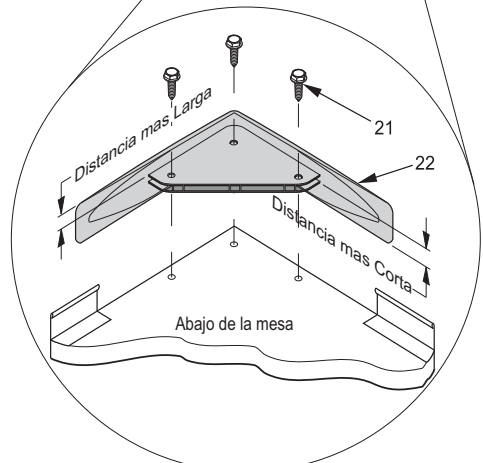

Figura 4
7. Coloque los Protectores de Esquina #22 al tablero como están mostrados en la figura 4. Si el protector de la esquina sobresale de la superficie del tablero, volteélo así que la parte más corta esté en contra del borde. Atornillelos y asegúrelos por la parte de abajo de la mesa con los tornillos #21.